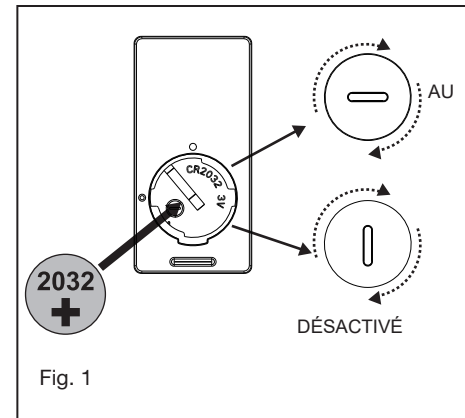

Fig. 1
- 1 Retirez les quatre rondelles et écrous du support de montage, placez le moteur en position sur les quatre goujons de montage et fixez-le avec les écrous et rondelles retirés précédemment. (Fig. 1)
- 1 Sélectionnez un emplacement souhaité. Utilisez la plaque murale pour marquer l'emplacement des trous de montage. Des chevilles murales en plastique ou des vis de montage sont nécessaires pour cette application. (Fig. 1)
Retirez le panneau de l'émetteur, puis installez une pile 2032 (incluse). Vous devez utiliser une pièce de monnaie pour ouvrir ou fermer le couvercle de la batterie. Pour éviter d'endommager l'émetteur, retirez la batterie si vous ne l'utilisez pas pendant de longues périodes (Fig. 1)